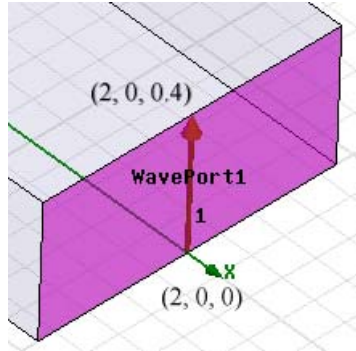

Рис. 6.8. Выбор начальной и конечной точки импедансной линии порта *WavePort1*
8. Выберите координаты конечной точки $(2, 0, 0.4)$, щелкая точку в центре верхней стороны волновода (рис. 6.8).